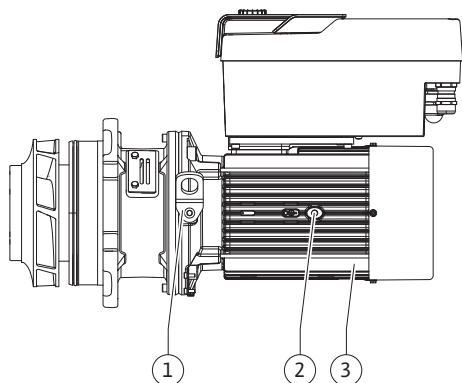

Fig. 108: Съёмный блок
13. Съёмный блок (см. Fig. 108) ввести в корпус насоса в прежнем или другом требуемом угловом положении. При этом учитывать допустимые монтажные положения компонентов (см. главу «Допустимые монтажные положения и изменение расположения компонентов перед установкой» [► 26]).